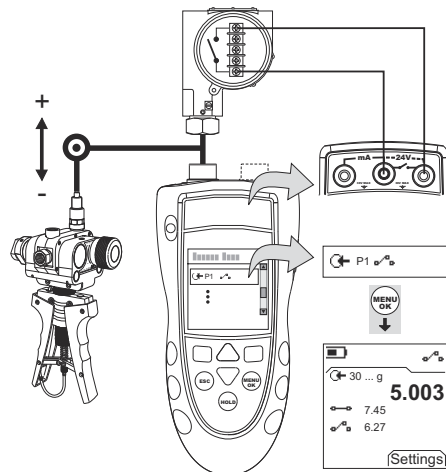

Figur 3: Eksempel på konfiguration – Lækagetest
1. Tilslut instrumentet (Figur 3), og juster om nødvendigt opsætningen (Tabel 1).